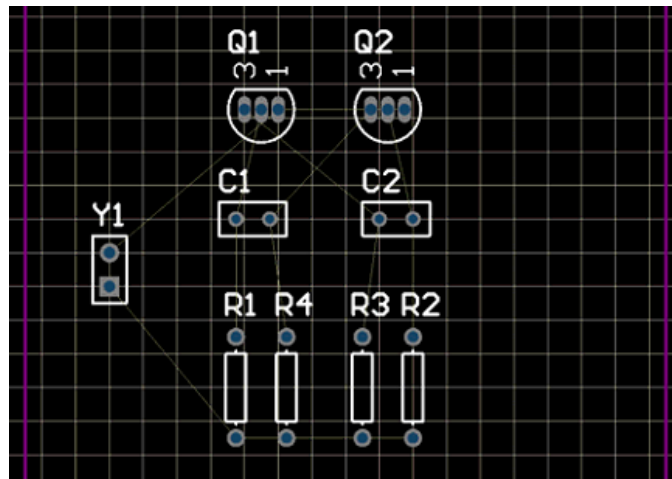

图 2-38 元器件放置在板上
5. 以图 2-38 为范例，重新摆放其余元器件。当用户拖动元器件的时候可用空格键进行